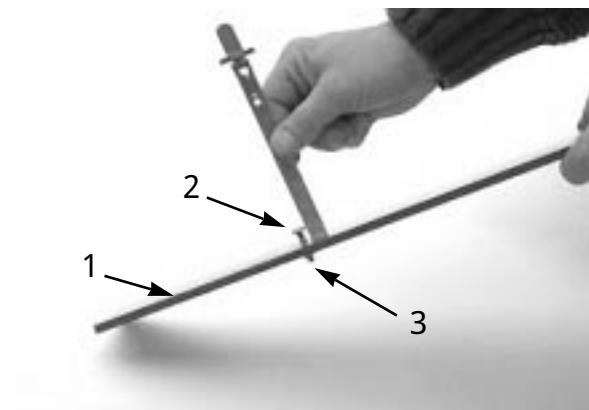

図14
3. ゲージバーのナット（図14）をゆるめ、刈り高ネジを希望の刈り高に合わせる。ネジ頭の下からバーの表面までの距離が刈り高となる。